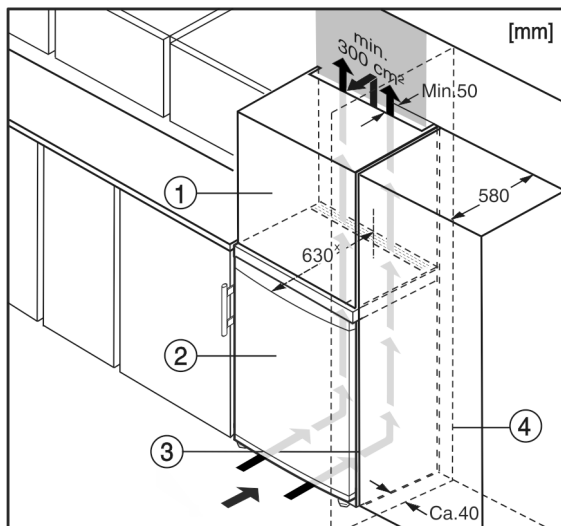

Fig. 6
- (1) Nástavná skříňka* (3) Kuchyňská skříň*
(2) Příklad* (4) Stěna*
Přístroj lze zabudovat do kuchyňských skříní. K vyrovnání přístroje Fig. 6 (2) na výšku kuchyňské linky lze na přístroj nasadit nástavec Fig. 6 (1).
Při montáži do kuchyňských skříní (hloubka max. 580 mm) lze spotřebič nainstalovat přímo vedle kuchyňské skříně Fig. 6 (3). Spotřebič přesahuje přední stěnu kuchyňské skříně po stranách o 34 mm * a uprostřed o 50 mm *.
Pokud se spotřebič instaluje se závěsy vedle stěny Fig. 6 (4), musí být jeho vzdálenost od stěny alespoň 40 mm. To odpovídá přesahu madla při otevřených dveřích.*